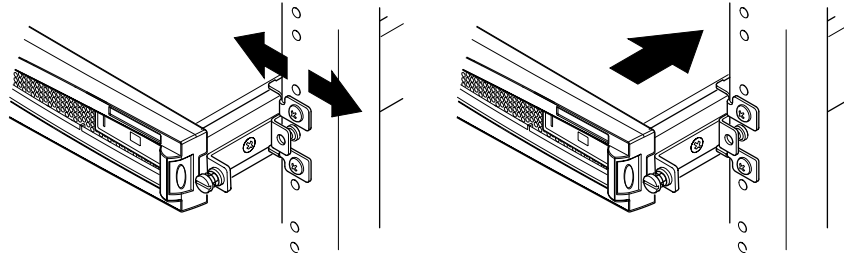

図 2-8 スライド式取り付け具の調節およびラックへのサーバーの固定
8. サーバー側面のつまみねじとラックのスライド式取り付け具の位置を合わせます (図 2-8 を参照)。